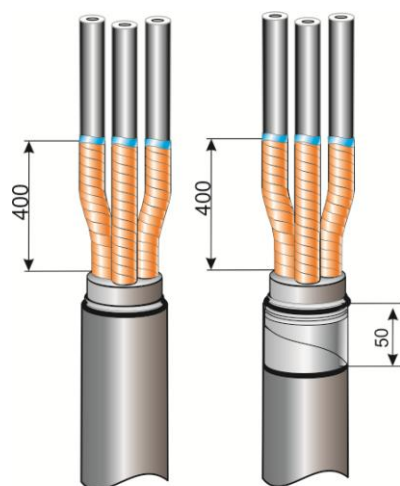

Рис.3
3.Развести жилы, на расстоянии 400мм от корешка разделки кабеля сделать бандаж из ленты ПВХ на каждой жиле. Расплести и удалить ленточный экран от торца жилы до бандажа из ленты ПВХ. (Рис.3).